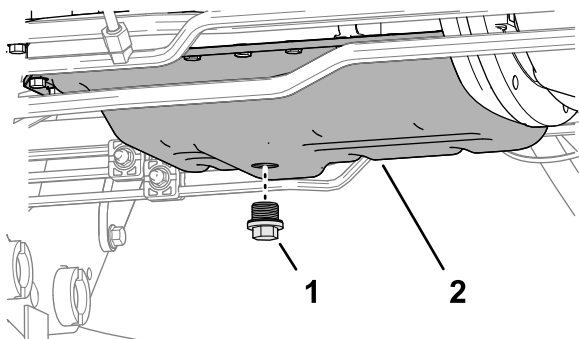

Рисунок 114
4. Снимите пробку сливного отверстия (Рисунок 114) и дайте маслу стечь в сливной поддон.